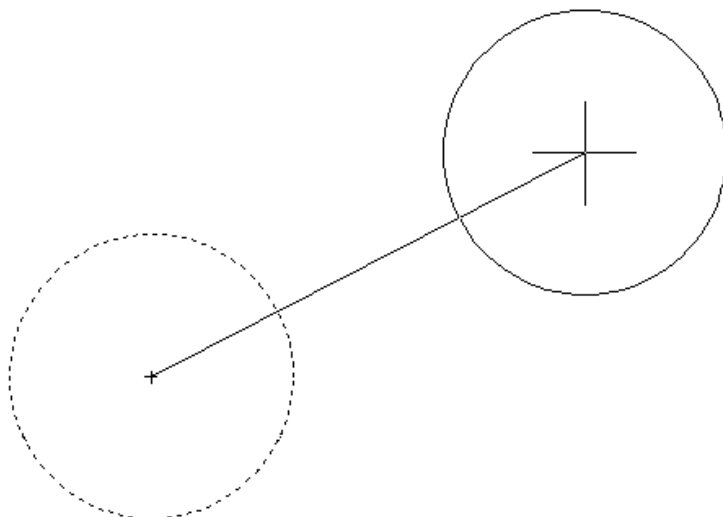

Рис.4.6 Режим перемещения объектов
- **Метод «базовая точка/вторая точка»** - указывается произвольная (базовая) точка чертежа, а затем – положение, которое она должна занять после перемещения. Объекты будут перемещены в зависимости от того, как будет указана базовая точка (рис.4.6).